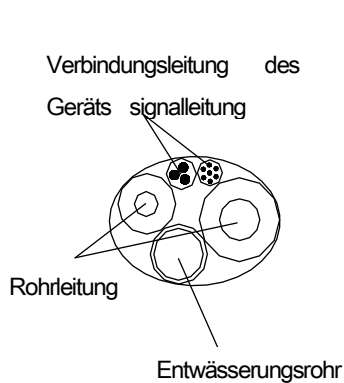

Abb. 8
- Verbinden Sie bitte die Leitungen, Verbindungsrohre und Verbindungsleitungen mit PVC-Band und Klebeband zusammen. Der Wasserablassschlauch/Kondensat liegt unten (Abb. 8)